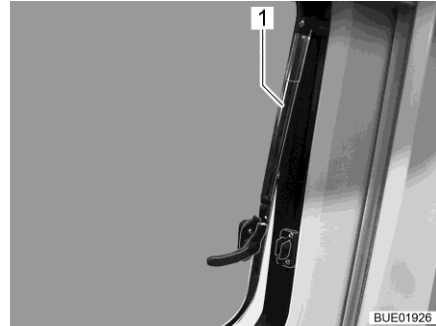

Bild 17 Överkantshängt fönster med automatik-spärrar, öppet
- Öppna det överkantshängda fönstret till önskat läge. Låt det överkantshängda fönstret haka i självständigt med (Bild 17,1) automatiska-spärrar.